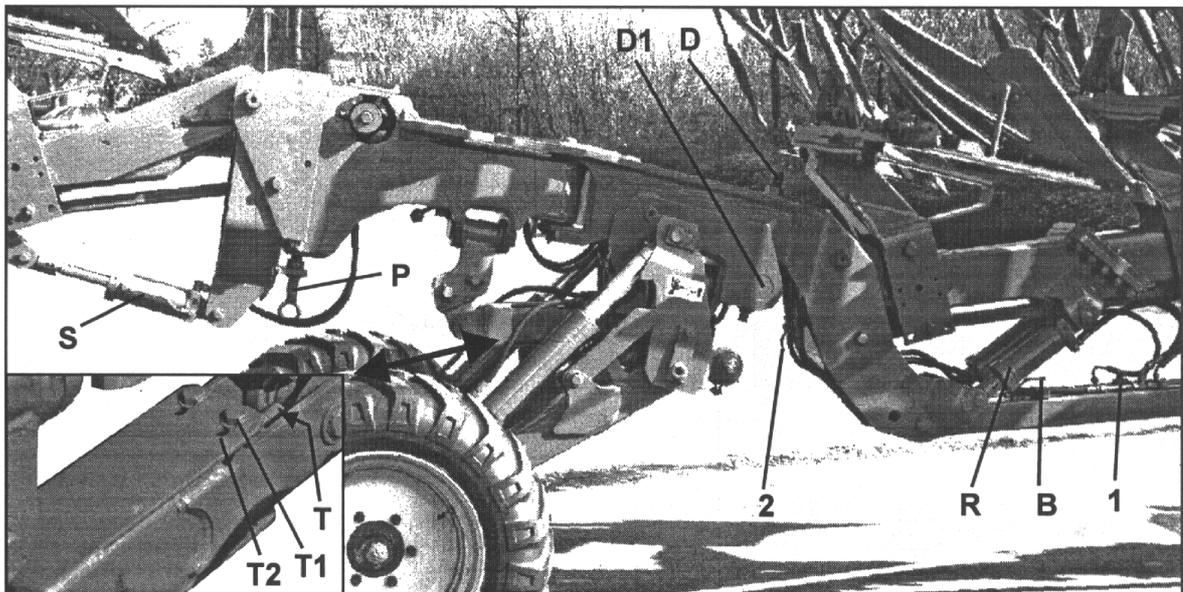

Fig.8
Le vérin arrière (S) doit avoir en largeur de travail minimale la même longueur que les vérins avant (R) en largeur de travail maximale. Si cela n'était pas le cas, il faut procéder de la manière suivante (fig. 8) :
Si les corps arrières ont tendance à sortir de terre, on peut augmenter la pression. Pour cela, relever légèrement la charrue, débloquer l'écrou (T, fig. 8) et comprimer le bloc caoutchouc pour pouvoir retirer les vis (T1). Augmenter encore la compression afin de pouvoir enfiler les vis dans les perçages (T2). Dévisser et bloquer à nouveau l'écrou (T). Articulation de bâti équipée d'amortisseurs hydrauliques afin d'éviter les chocs au retournement. S'il y a du jeu dans les amortisseurs, il faut rajouter de l'huile au niveau de la vis (huile à base minérale). Pour cela, il faut déposer la charrue sur les corps gauches et mettre une cale sous les corps arrières pour mettre l'articulation en butée.